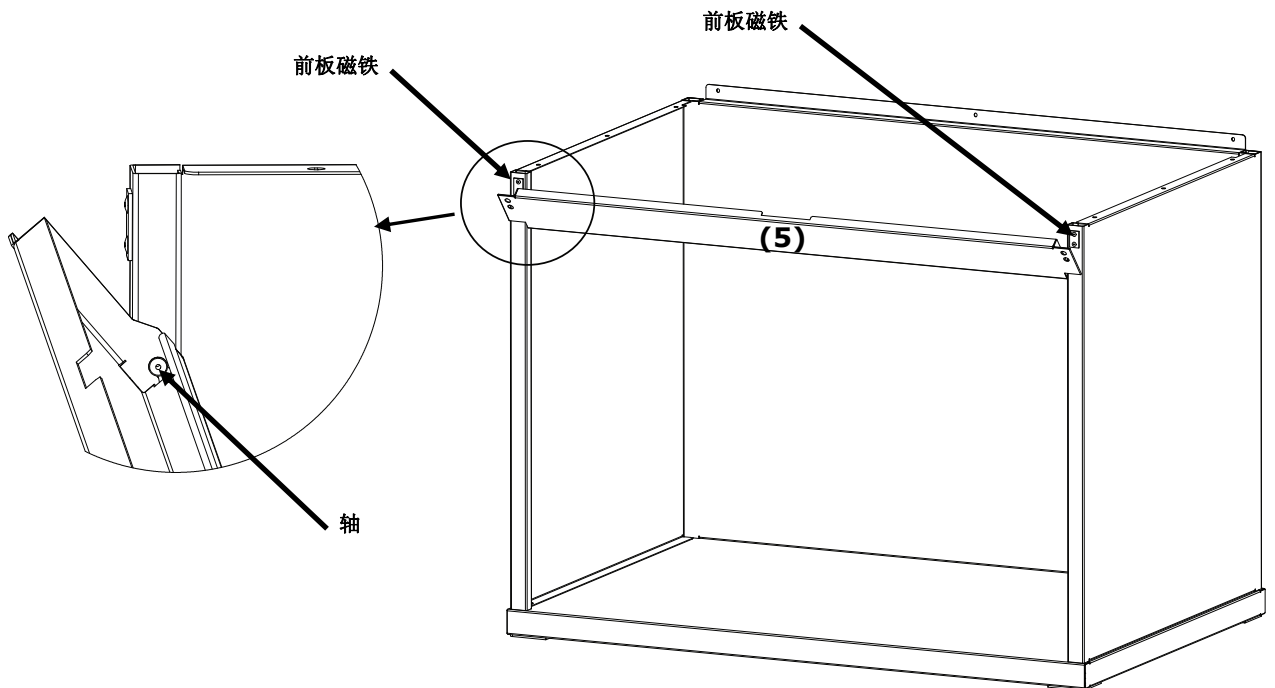

图 5. 前板组装
7. 将前板 (5) 的轴插槽滑入位于两块侧板的轴上。
8. 向上转动前板，使其朝向本设备，直到磁铁接触到前板。请参见图 5。